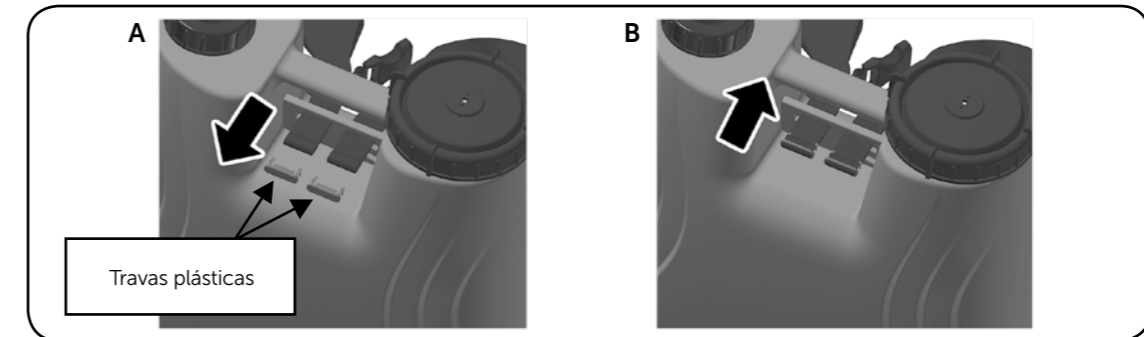

Figura 8. Procedimento de ajuste da correia.
**Figura 8.A** - Puxe as pontas das correias dos encaixes sobre o tanque do equipamento e retire as travas plásticas (indicadas pela seta) que se encontram alojadas nas extremidades das correias, liberando-as totalmente;
**Figura 8.B** - Escolha a nova posição de ajuste no tanque, coloque as correias e insira as travas plásticas na extremidade das correias. Na sequência encaixe novamente as correias com as travas plásticas no tanque do equipamento.